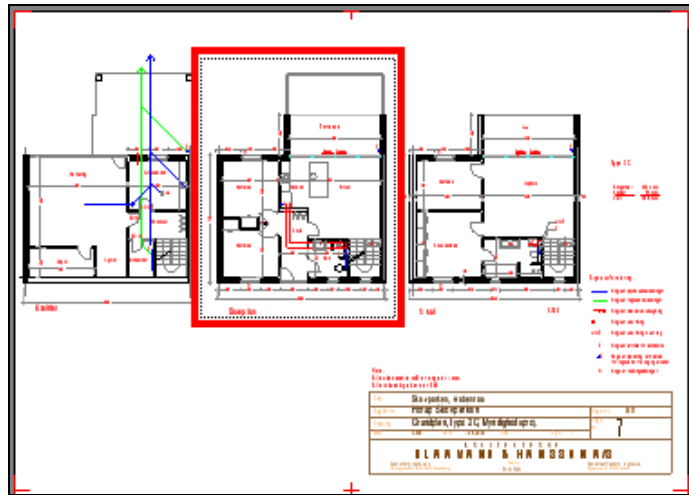

Fig. 6
-Utiliser les fonctions **Texte**, **Hachures** et **Dimensions** pour enlever les indications du dessin (Fig.6)